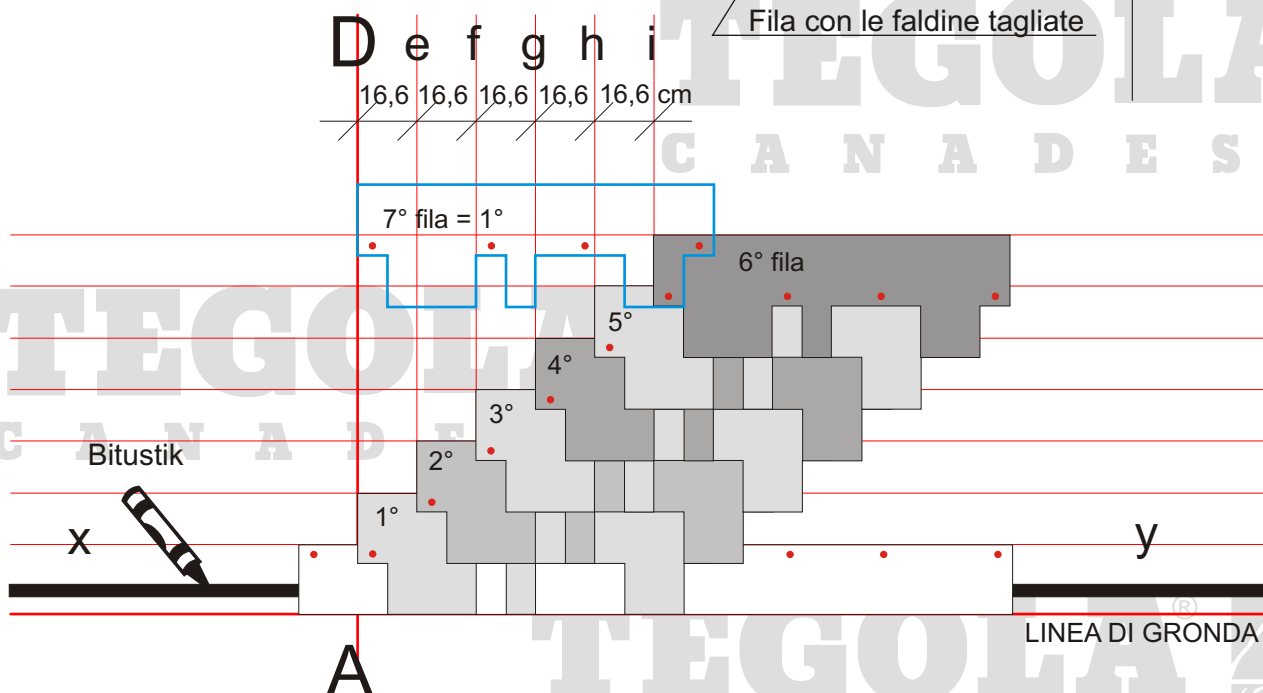

Fig. 4 - Sequenza di 7 tegole
- La posa della prima fila di tegole inizia allineando la tegola GOTHIK alla linea AD (fig.4).